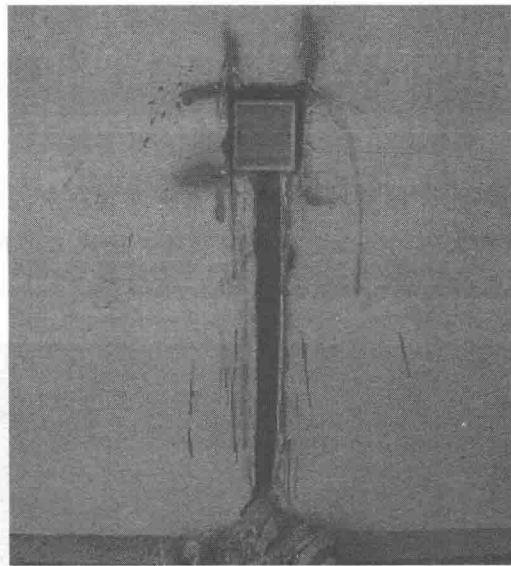

图1-5 底盒安装示意图
① 进门开关底盒边距地面1.2~1.4m，侧边距门套线必须大于或等于70mm，距门口边为150~200mm，开关不得置于单扇门后，并列安装相同型号开关距水平地面高度相差应小于或等于1mm，特殊位置（床头开关等）的开关按业主要求进行安装，同一水平线的开关应小于或等于5mm。开关、插座应采用专用底盒，四周不应有空隙，盖板必须端正、牢固。
② 底盒安装时，开口面需与墙面平整牢固、且方正，不凸出墙面，如图1-5所示。底盒安装好以后，必须用钉子或者水泥砂浆固定在墙内。